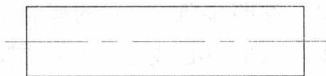

图 1-1 圆柱销钉
本实例设计圆柱销钉，效果如图 1-1 所示。
(10) 参照步骤 (7) 的操作方法，将两条偏移的水平中心线移至 0 图层，效果如图 1-1 所示。